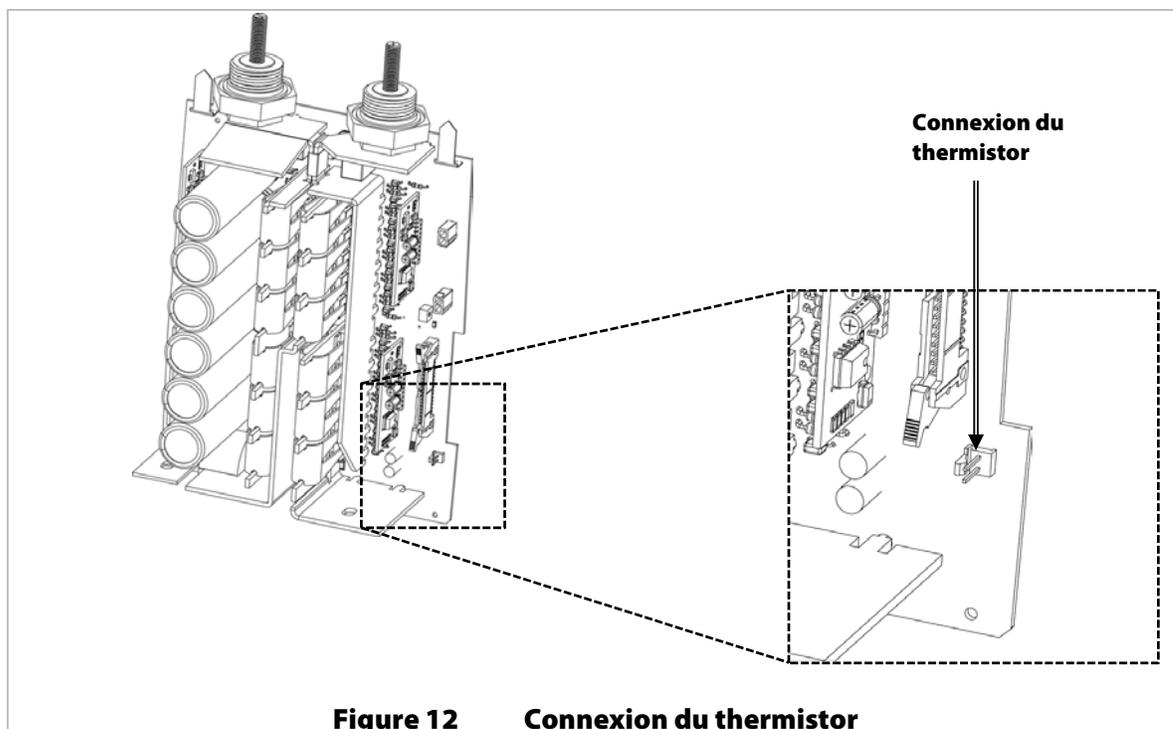

Figure 12 Connexion du thermistor
16. Déposer le câble du thermistor de la PCBA FET. La Figure 12 indique l'emplacement du connecteur.
1. Vérifiez sur la PCBA de remplacement si un clip de thermistor est installé. (Voir la Figure 12.) S'il est présent, déposez-le et jetez-le.
2. Guidez la PCBA FET dans le logement approprié du châssis ; abaissez-la à mi-chemin. Branchez le câble de thermistor vert entre le transformateur et la PCBA FET. (Voir l'emplacement de ce connecteur à la Figure 12.) Poussez la PCBA FET à fond dans le châssis.